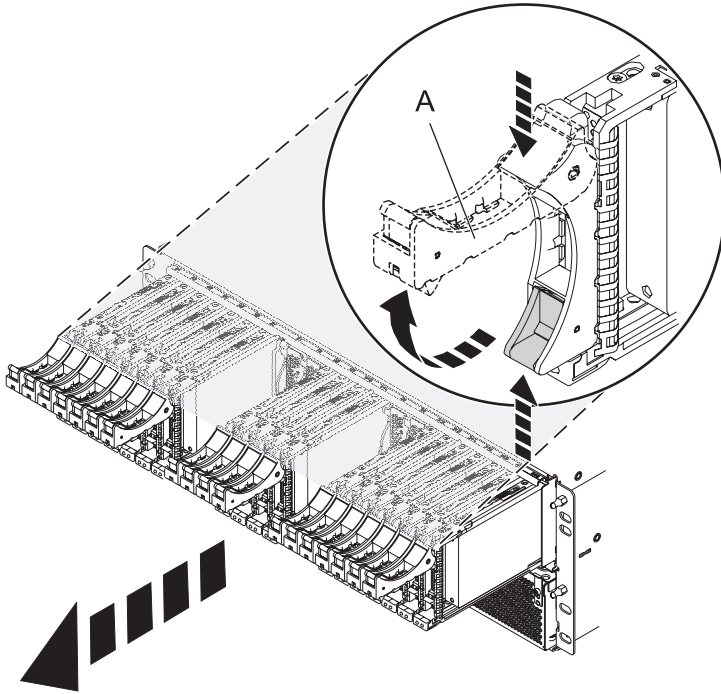

Figure 61. Retrait des unités du fond de panier
4. Retirez les unités et les obturateurs, comme illustré dans la figure 61.